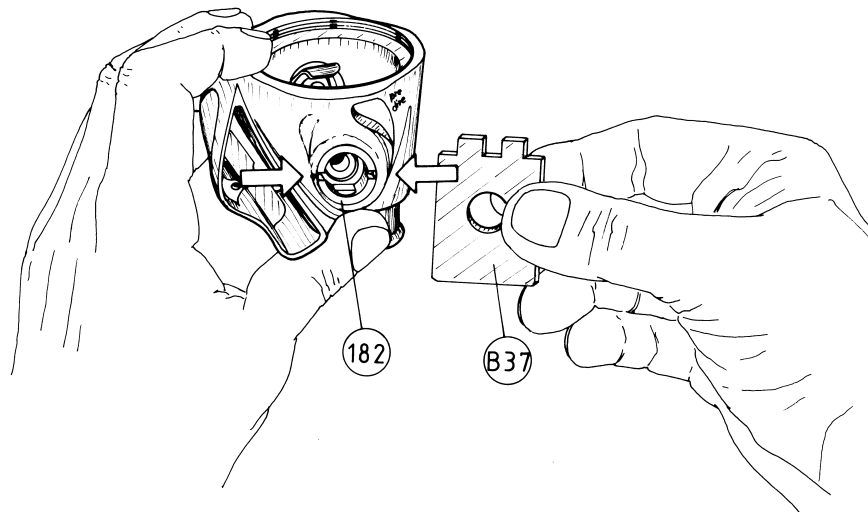

FIG. 8
EL CUERPO DPD (182) DEBE ATORNILLARSE HASTA EL TOPE VERIFICANDO QUE EL CANAL ESTÉ PERFECTAMENTE ALINEADO CON LA REFERENCIA EN LA CAJA DE LA SEGUNDA ETAPA (32) COMO SE DESCRIBE EN LA FIG. 8.